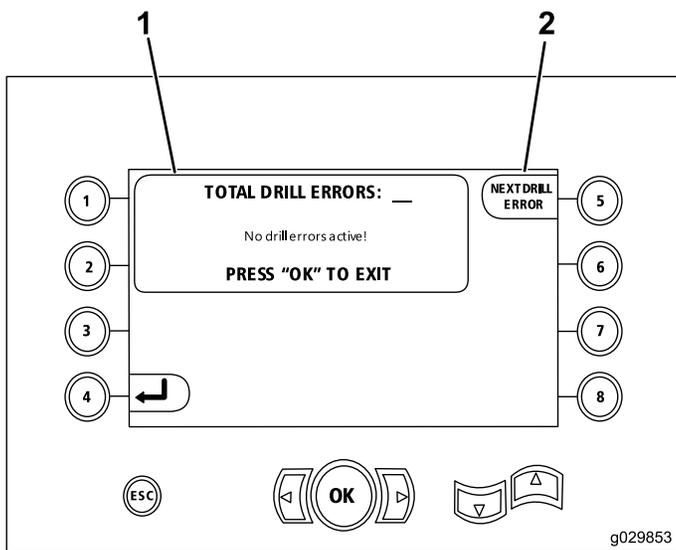

Figure 15
Si plus d'une erreur de forage est indiquée, appuyez sur le bouton 6 pour afficher l'erreur suivante (Figure 15).
**Remarque:** Si aucune erreur de forage n'est indiquée, appuyez sur le bouton OK pour quitter cet écran (Figure 15).